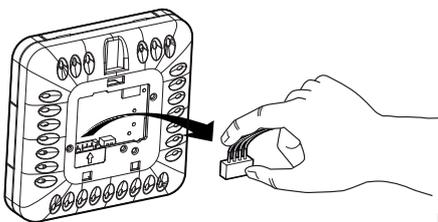

Fig. 2
- scollare il connettore a 4 poli dalla parte anteriore (fig.2);
- disconnect the 4-pin connector from the front part (Fig. 2);